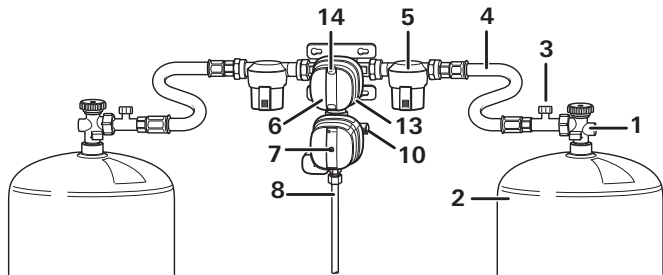

Figura 1a: DuoControl CS verticale
- Collegare le bombole del gas (2) e controllare che tutti i collegamenti a vite dei tubi flessibili siano corretti.
- Aprire le valvole di entrambe le bombole del gas (1).
- Premere con forza la protezione antirottura (figura 1a – 3) sul tubo flessibile ad alta pressione per circa 5 secondi. L'indicatore nella finestra (14) diventa di colore verde.
- Se il pulsante giallo di reset (7) non è premuto (posizione «non pronto per l'uso»), ripristinare il crash sensor.
- Ruotare ad esempio la manopola (13) verso sinistra fino all'arresto (raccordo sinistro = bombola d'esercizio).
- Chiudere la valvola (1) della bombola del gas vuota (2).
- Svitare il tubo flessibile ad alta pressione (4) dalla bombola del gas (2) e, se presente, rimuovere l'adattatore a innesto.
- Aprire la valvola (1) della bombola del gas piena.
- Premere la protezione antirottura del tubo flessibile (figura 1a – 3) ed eventualmente premere il pulsante giallo di reset (7), ruotarlo leggermente in senso orario e tenerlo premuto per 10 secondi.
- Avvitare il tubo flessibile ad alta pressione (4) specifico per paese all'ingresso del filtro gas (5) / di DuoControl CS e alla bombola (2 / o all'adattatore a innesto).
- Aprire la valvola della bombola del gas (1).